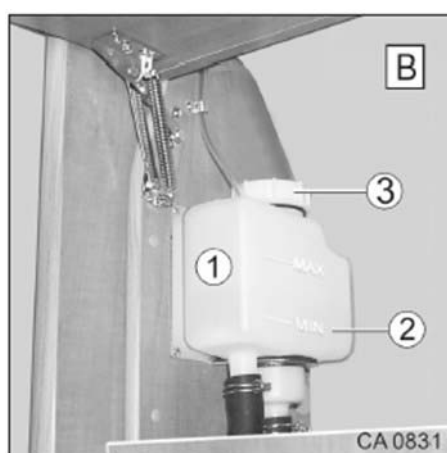

Fig. 161 Vase d'expansion
1. Tourner le raccord vissé sur le vase d'expansion (Fig. 161/3) dans le sens anti-horaire.
2. Verser le mélange de glycol dans le récipient (Fig. 161/1).
Le niveau de remplissage (à une température ambiante de 20 °C) doit se situer environ un centimètre au-dessus du repère Min. (Fig. 161/2).